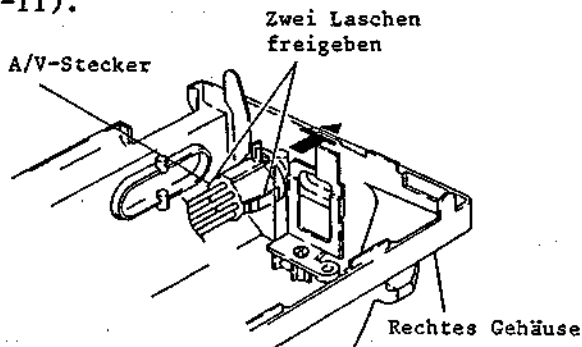

Abb. 2-11 Ausbau des rechten Gehäuses
### 1-8 Ausbau des rechten Gehäuses (Abb. 2-11)
8. Zwei (2) Laschen des A/V-Steckers freigeben und den A/V-Stecker in Pfeilrichtung abziehen (siehe Abb. 2-11).